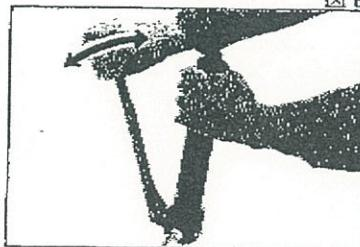

図9
- (4) 口元までいっぱいに入れたら、プラグを入れずにポンプを立てたままで、ポンプハンドルを5～6回操作して下さい。この時、戻しハンドルは左(←DOWN→)にまわしておいて下さい。オイルタンクの中に空気が残っている場合はこの操作で空気抜きができます。（図9）